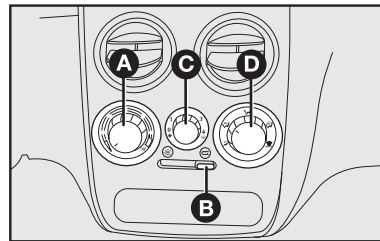

fig. 42
COMANDOS - fig. 42
4) Ligar o ar-condicionado apertando o seletor a partir da posição **1 C-fig. 42** (a luz-espia no seletor irá acender).
O ar-condicionado é muito útil para acelerar o desembacamento, pois desumidifica o ar. É suficiente regular os comandos para a função de desembacamento e ativar o condicionador, apertando o seletor **C-fig. 42**.
1) Condicionador de ar ligado: seletor **C-fig. 42**.